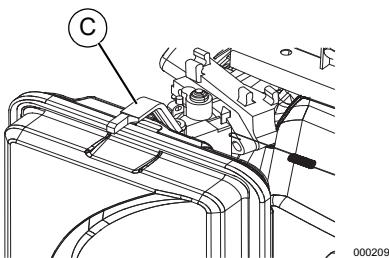

Figure 3-3. Position du bouton de l'étrangleur
5. Faites glisser le bouton de l'étrangleur (C) en position Étranglement Max (gauche). Voir Figure 3-3.